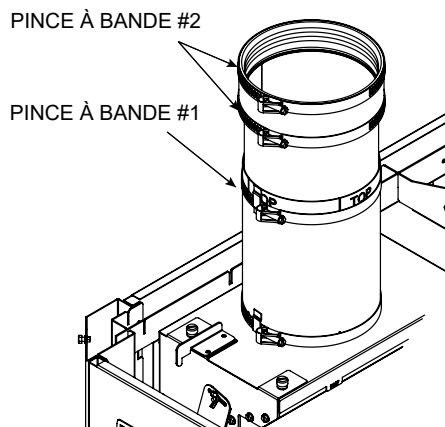

Figure 17. Colliers de serrage pour conduits d'air de combustion
1. Retirez le couvercle de l'air de combustion extérieur et la partie supérieure de l'enveloppe de l'appareil. Installez les composants télescopiques d'admission d'air de combustion. Jetez le capuchon extérieur et réinstallez la partie supérieure de l'enveloppe (sans le capuchon extérieur). Faites passer le conduit d'air de combustion télescopique par le haut de l'appareil jusqu'à la hauteur maximale disponible et fixez-le à l'aide du collier de serrage n° 1. Installez la bande d'étanchéité en silicone fournie et deux colliers de serrage sur le haut de l'assemblage de la prise d'air télescopique, comme illustré à la **Figure 17**. C'est à cette hauteur que la tuyauterie d'admission d'air fournie par le client sera fixée à l'appareil. Voir le **Table J** pour les numéros de pièces des bandes d'étanchéité Fernco.